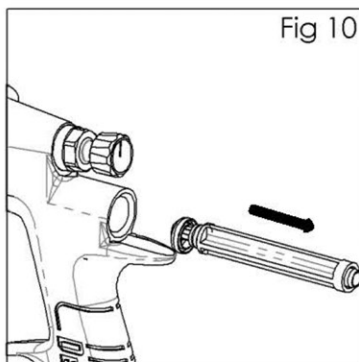

Fig 10
8. Retire el asiento de válvula (19) del cuerpo de la pistola. (Ver Fig. 10).